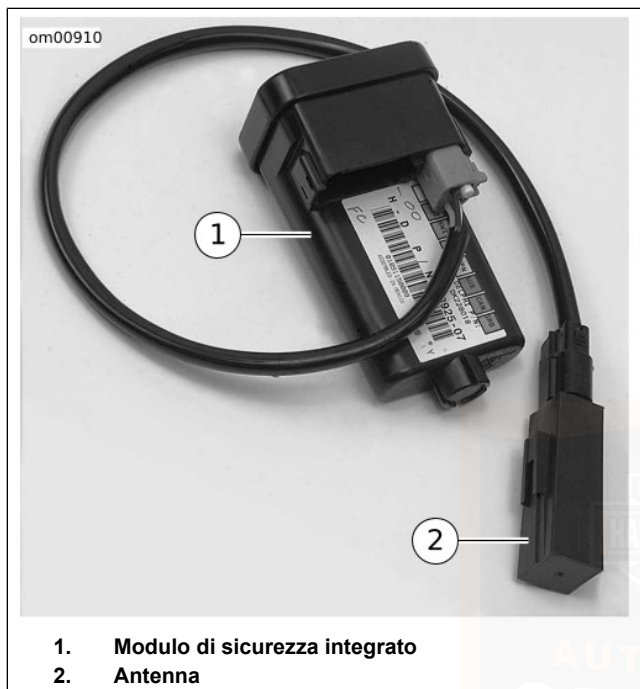

Figura 18. Modulo di sicurezza con antenna
Vedere Figura 18. Il sistema di sicurezza Smart Harley-Davidson (H-DSSS) consiste di un modulo di sicurezza integrato (HFSM) (1), di un'antenna integrata (2) montata sulla motocicletta e di un portachiavi elettronico **portato** dal pilota/passeggero.